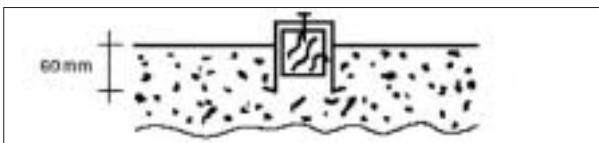

Fig.1 – Listello di legno con grappe metalliche annegate nel getto
- Annegare i listelli nel getto (sporgenza listello circa 1cm) con grappe di ritegno (in acciaio, da 20 mm di larghezza x 1 mm di spessore), in ragione di 1 ogni metro ed annegate per > 60 mm (Fig.1); fissare quindi la rete sopra i listelli. Si tratta di una modalità di fissaggio non particolarmente diffusa.